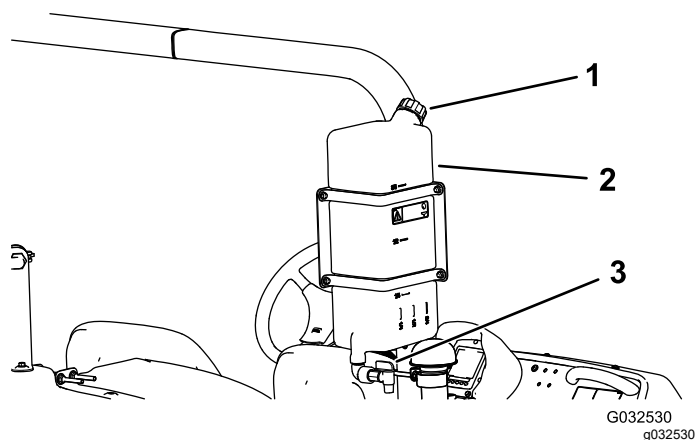

Bild 26
- Schrauben Sie zum Füllen des Behälters den Deckel oben am Behälter ab, füllen Sie den Behälter mit frischem Wasser und schrauben den Deckel auf (Bild 26).
- Drehen Sie zum Öffnen des Hahns am Frischwasserbehälter den Hebel am Hahn (Bild 26).